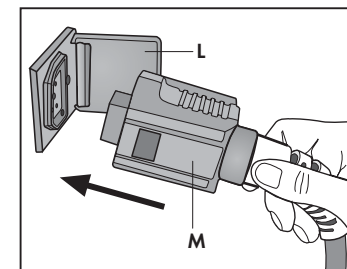

Fig. 21
- Regolare il flusso del vapore mediante il volantino (D).
- Aprire completamente lo sportello della presa accessori (L) ed inserire l'attacco rapido (M) del ferro da stiro nella presa posta sulla parte anteriore dell'apparecchio, premendo a fondo. **(Fig. 21)**